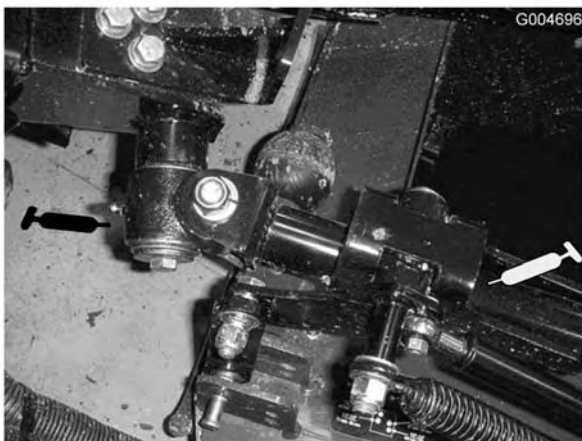

Figura 44
- Boccole orientabili (2) della leva a squadra (Figura 44)
- Boccole (4) del braccio posteriore (Figura 44).